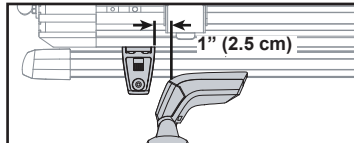

Abb. 2
- Positionieren Sie die Befestigungselemente nicht weiter als 2,5 cm (1") außerhalb des Turms (siehe Abbildung 2).